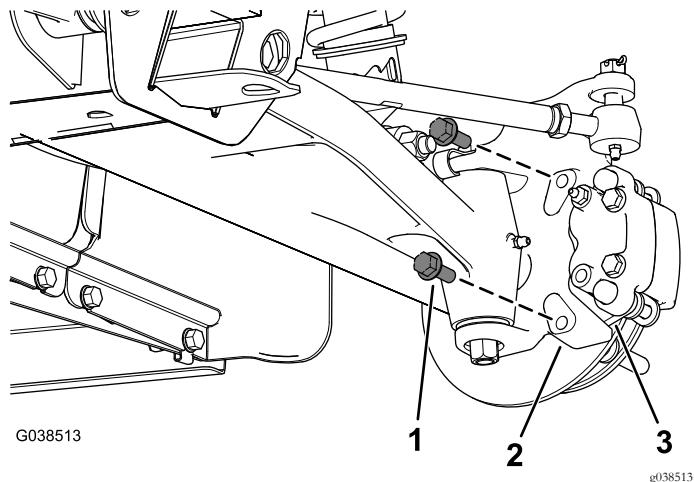

図4
4. ブレーキキャリパーアセンブリ用のブラケットをスピンドルに固定しているフランジヘッドボルト $3/8 \times 1$ インチを外してスピンドルからブレーキキャリパーアセンブリを取り外す図4。
9. スピンドルに新しいブレーキキャリパアセンブリを取り付けるフランジヘッドボルト  $3/8 \times 1$  インチ2本で 図 4のように取り付ける。